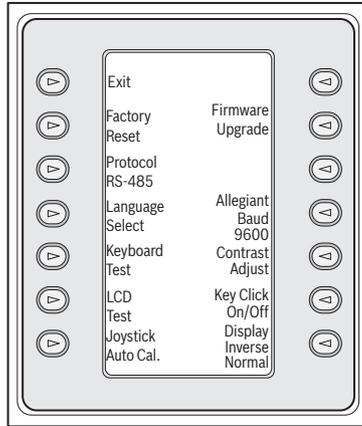

Figura 3.10 Menú Control de teclado
3. Inf tecla programabl muestra el menú principal Control de teclado (consulte *Figura 3.10*). A continuación, se muestra el menú Control de teclado.